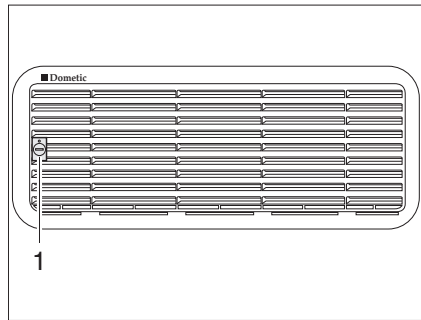
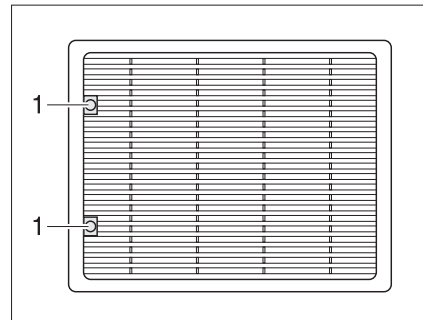

Fig. 133 Rejilla de ventilación del frigorífico (Dometic pequeño)
Fig. 134 Rejilla de ventilación del frigorífico (Dometic grande)
- Girar el tornillo (Fig. 133,1 ó Fig. 134,1) un cuarto de vuelta con la ayuda de una moneda.